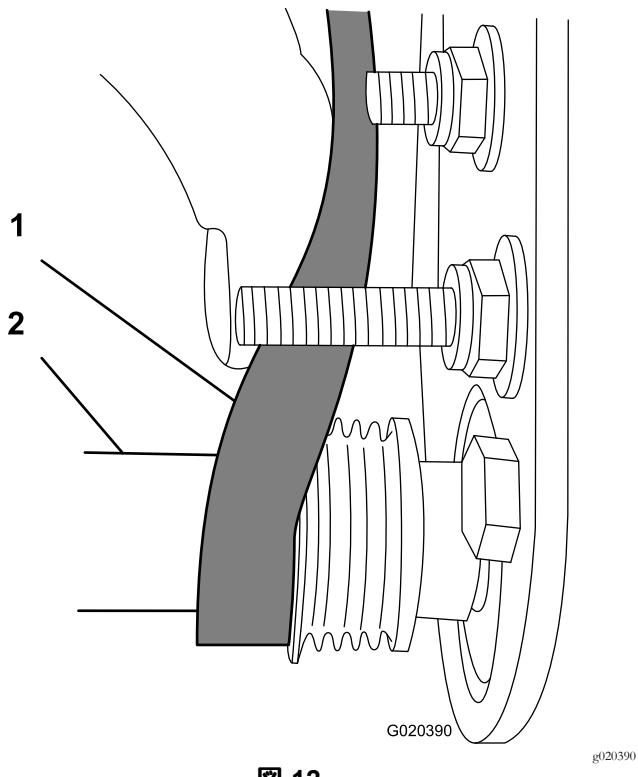

図 12
3. 9/16 インチ深穴ソケットを使ってブラシアセンブリを回転させながら、ベルトを受動プーリに掛けまわす図 12。